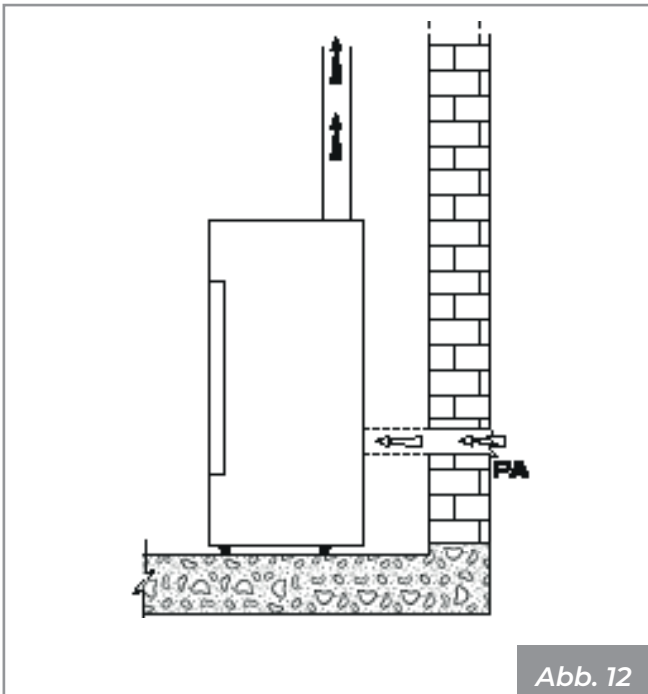

Abb. 12
- aus der Installationsumgebung oder aus geeigneten Nebenräumen kommen (**Abb. 12**)
Den Lufteinlass an der Wand vornehmen (**Abb. 12 - PA** = Lufteinlass), und lassen Sie das Gerät frei, um Luft in den Raum anzusaugen. Achten Sie darauf, das Wellrohr an das Lufteinlassrohr, falls vorhanden, anzuschließen, befestigen Sie es mit der Schelle und biegen Sie es leicht nach unten, um mögliche Resonanzeffekte zu vermeiden.